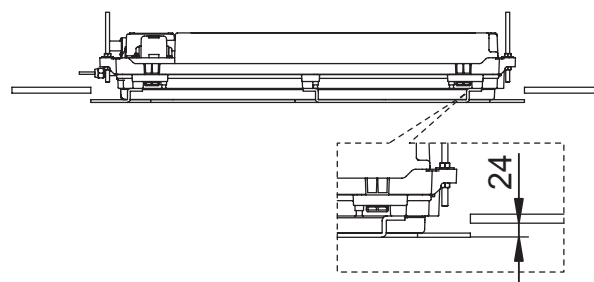

Рисунок 4.12
- 4.4) Убедитесь в том, что расстояние от нижней стороны потолка до нижней стороны монтажного шаблона составляет приблизительно 24 мм (см. Рисунок 4.12). Если это требование не выполнено, значит высота подвески фанкойла не соответствует требованиям.